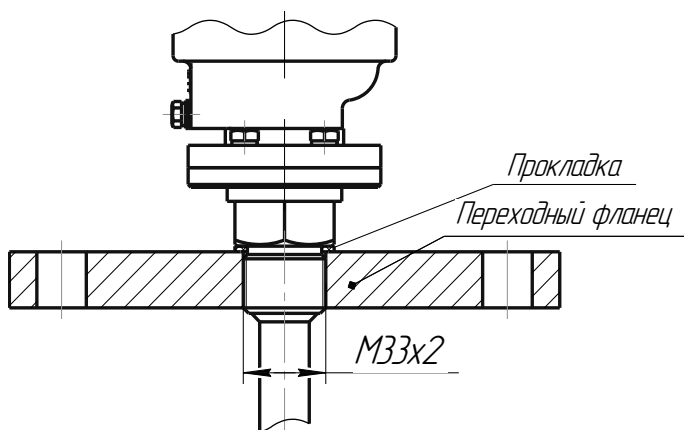

Рисунок 9
Кроме того, данное резьбовое устройство крепления позволяет осуществлять установку уровнемера на резервуар с помощью переходного фланца, имеющего присоединительные размеры и уплотнительные поверхности, соответствующие ответному фланцу резервуара (см. рисунок 9).
- при использовании переходного фланца надеть на направляющую прокладку (поставляется отдельно, см. рисунок 9);